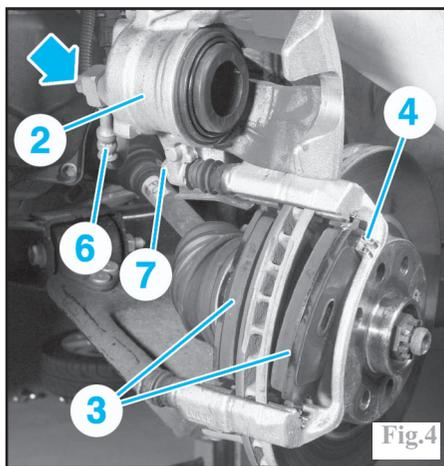

Fig.4
Rabattre l'étrier de frein (2) vers le haut (Fig.4).
Faire attention à la présence des agrafes (4 et 5) (Fig.4 et 5).
Débrancher le flexible de frein (6) de l'étrier (flèche) (Fig.4). Prévoir un récipient pour récupérer le liquide de frein.